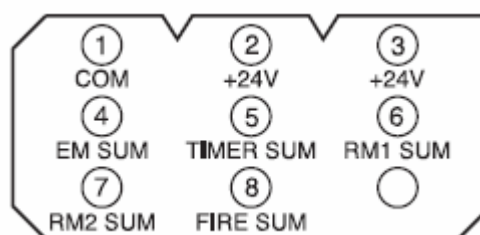

Рис.2
Разъем для подключения блока тревожной сигнализации Inter-M EP-9216. Распайка разъема дана на рис.2.
4. Соедините блок тревожной сигнализации EP-9216 с разъемом 3 на задней панели контроллера ECS-9216 (рис.2).